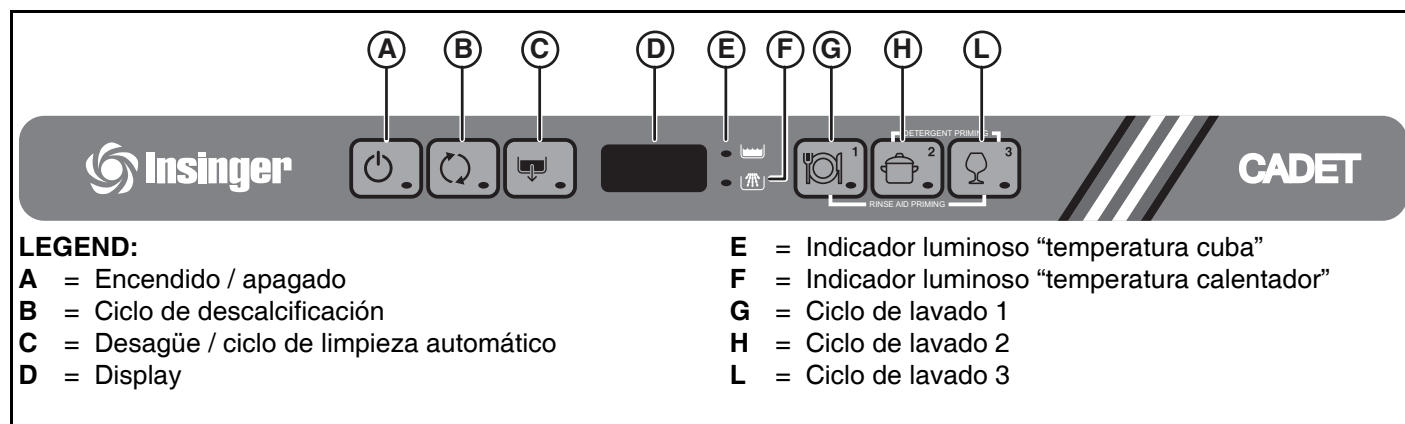

Figura 14
Se enciende la luz piloto del botón “A” (Figura 14), que indica la puesta en marcha del lavavajillas y la carga y
Para visualizar la temperatura del calentador durante el calentamiento de la cuba, abra la puerta y oprima el botón "F" (Figura 14).
Para vajillas poco sucias o vasos, oprima el botón "F" (Figura 14) (véase la tabla de tiempos).
Para vajillas con suciedad normal, oprima el botón "G" (Figura 14) (véase la tabla de tiempos).
For normally dirty dishes: press "G" button (Figura 14) (see table of times).
- Seleccione el ciclo de desagüe oprimiendo el botón "B" (Figura 14).
- Apague el lavavajillas oprimiendo el botón "A" (Figura 14).
Cierre la puerta y seleccione el ciclo de desagüe oprimiendo el botón "C" (Figura 14).
Cuando termine el ciclo de desagüe, abra la puerta, vuelva a montar el rebosadero "W" y cierre la puerta. Apague el lavavajillas oprimiendo el botón "A" (Figura 14)
Oprima el botón de encendido/apagado "A" (Figura 14).
Se enciende la luz piloto del botón "A" (Figura 14), que indica la puesta en marcha del lavavajillas la carga y calentamiento del agua. "FILL" se muestra en movimiento en el display durante toda la fase de llenado y calentamiento.
Cierre la puerta y oprima el botón "B" para poner en marcha el ciclo (Figura 14).